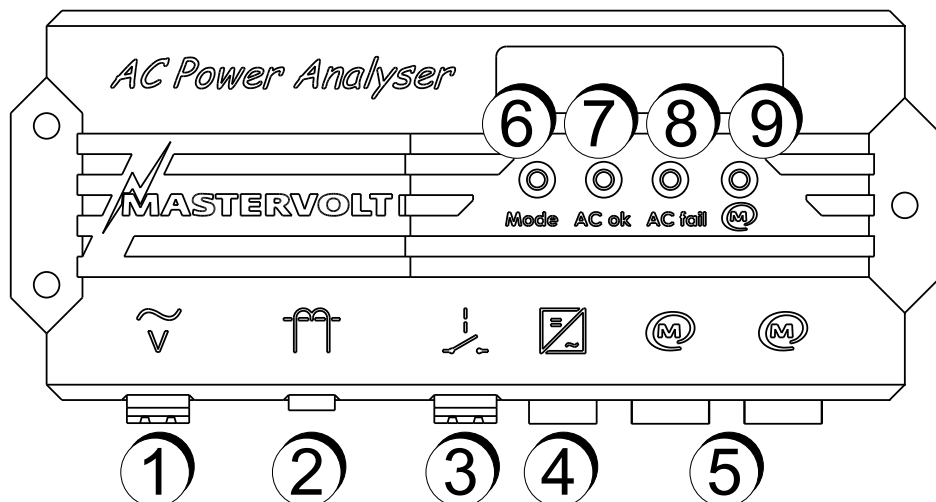

Figure 1 : AC Power Analyser
- La tension CA est mesurée à partir du premier connecteur (se reporter à la figure 1, point 1);
- Le courant CA est mesuré indirectement par une bobine de courant (figure 1, point 2). Le nombre des enroulements primaires de la bobine (rapport) est sélectionnable dans la configuration du MasterBus (se reporter à la section 6.1);
- Un relais 5 A 250 V maximum peut être contrôlé par le contact sec potentiel (voir point 3 dans la figure 1 et 10);
- Un connecteur RJ12 (figure 1, point 4) assure la communication avec l'onduleur Mass Sine;
- Deux (2) connecteurs MasterBus (figure 1, point 5) assure la communication avec d'autre équipement MasterBus, par exemple, les écrans de surveillance.